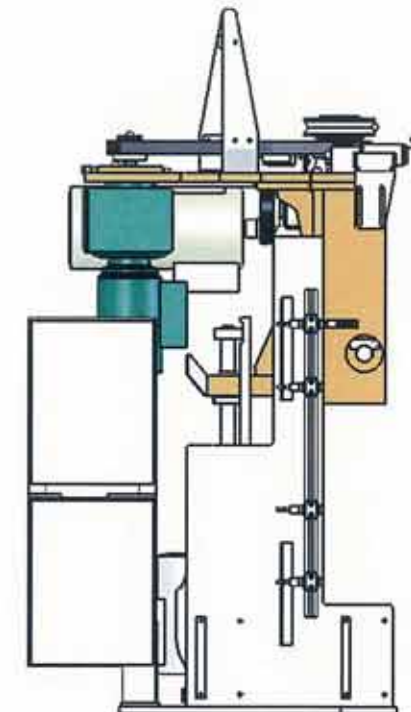

Fig. 5
- **Commande de hauteur de table** : Elle permet la montée ou la descente des galets de manière à ce que le fil arrive en face de l'entrée de la machine à rétreindre, du pré-dresseur, ou encore en position de la prise de fil (Fig. 5 et 6).